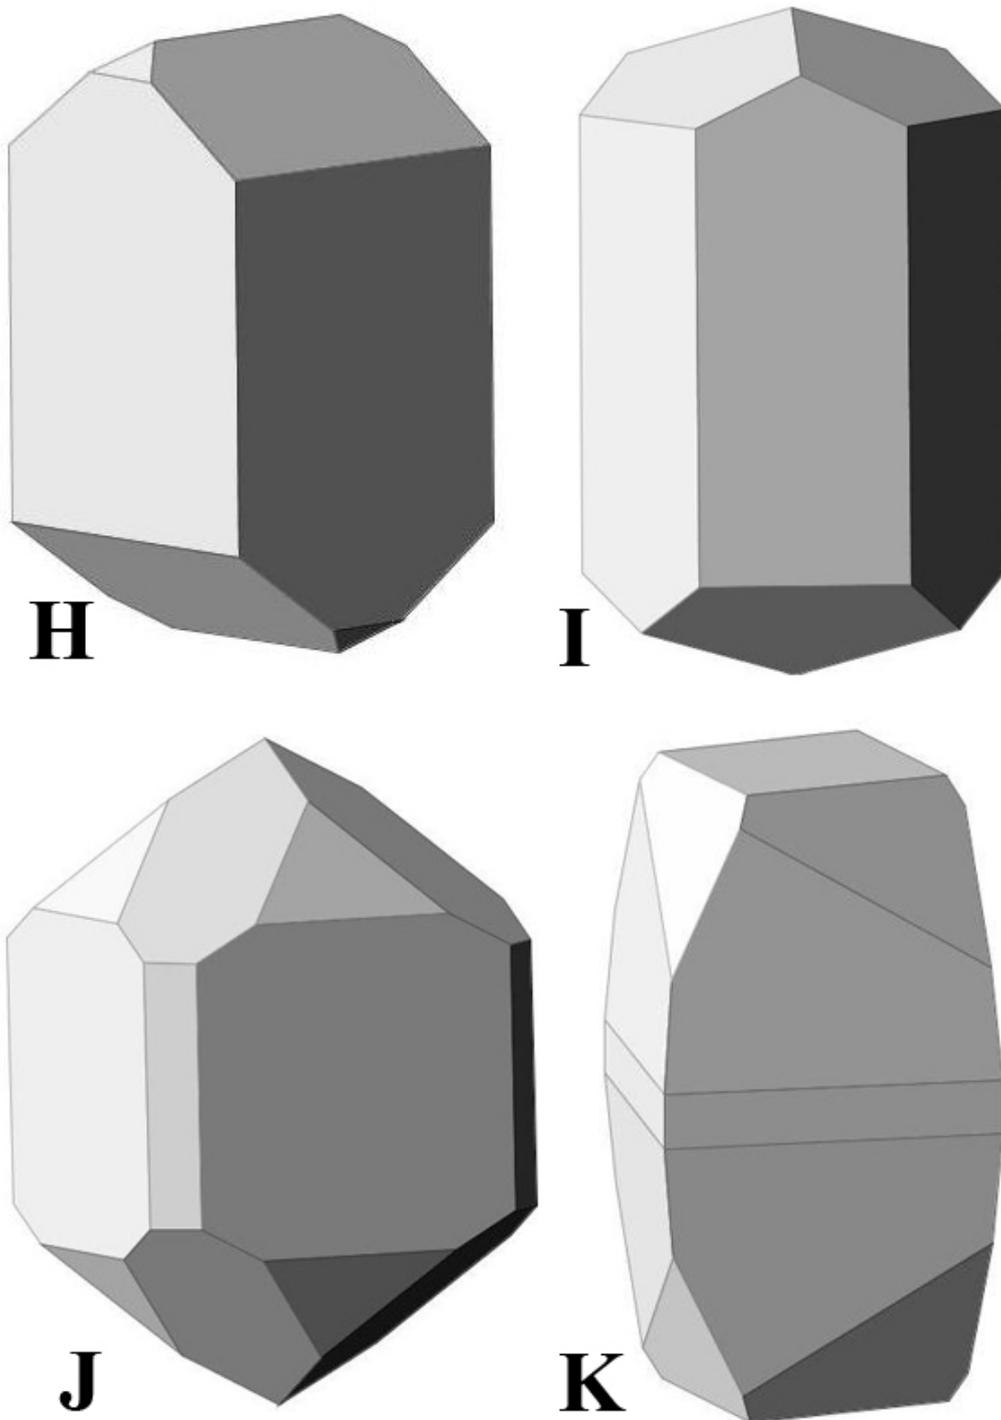

Figura 4
3. En los poliedros que se presentan en la figura 4 realiza las siguientes actividades: